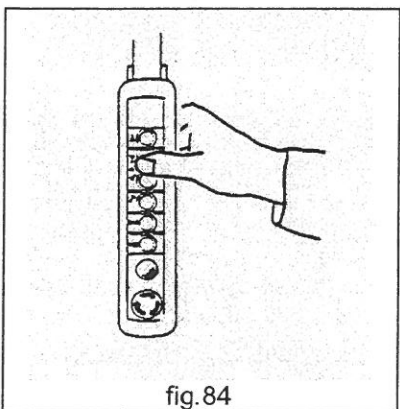

fig.84
- **MAI** azionare in modo ripetuto i pulsanti di comando della gru (fig.84).